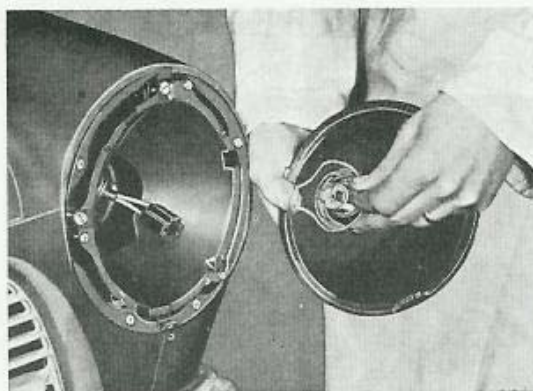

Bild 117. Demontering av hållfjäder för glödlampa
3. Tryck ihop hållfjädern för glödlampen och lyft bort fjädern, bild 117.